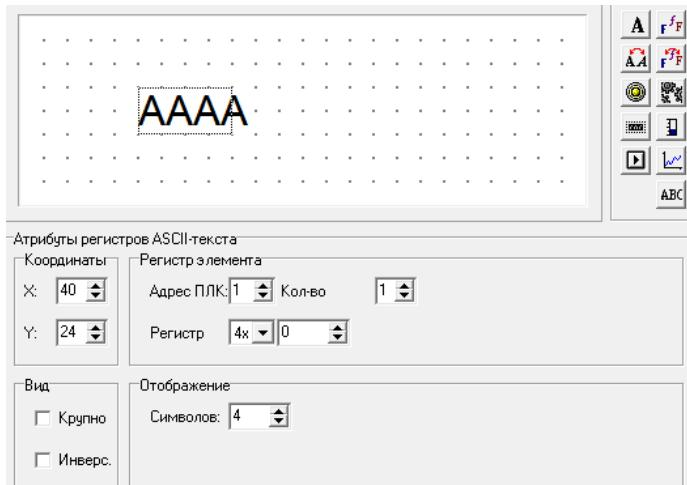

Рис. 4.19. «Лайнейка»
- Нажать кнопку  . Откроется область задания параметров «лайнейки» (см. рис. 4.19).